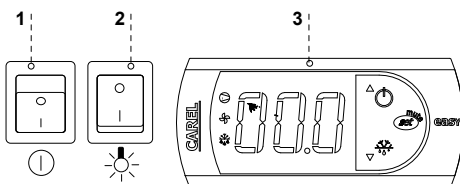

Abb.11 Steuerungspaneel
- Hauptschalter-Taste drücken Abb.11/1, dadurch wird das Einschalten des Thermostats und Aggregats gelöst
- Auf der Temperaturregelung Abb.11/3 die Temperatur einstellen (für Bedienung siehe S.32 oder 33)
- Beleuchtungs-Taste drücken Abb.11/2